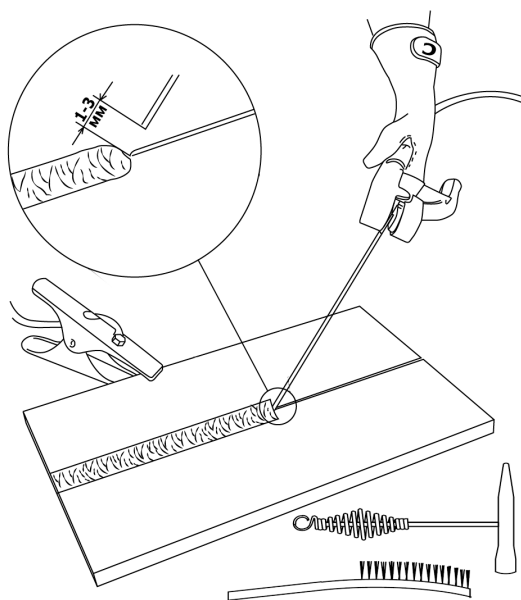

Рис. 10.6. Перед началом работы.
5. Начинайте сварочный процесс (См. рис. 10.6).
Перед началом работы не забудьте проверить следующее (См. рис. 10.6):